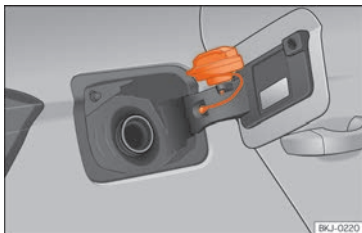

Abb. 192 Tankklappe mit aufgestecktem Tankverschluss.
- Platzieren Sie den Verschluss in der Ausparung, die sich im Scharnier der geöffneten Tankklappe befindet »» **Abb. 192.**